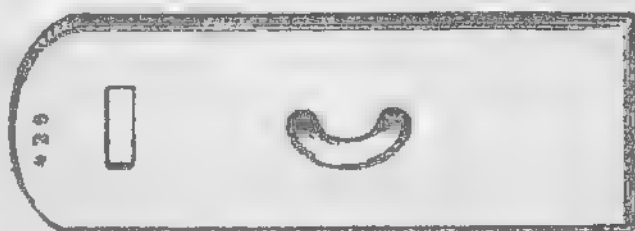

Рис. 71. Крышка магазина.
**Крышка магазина** (рис. 71) надевается на загнутые края коробки; она имеет отверстие для зубца задержки крышки магазина и снизу — ушко